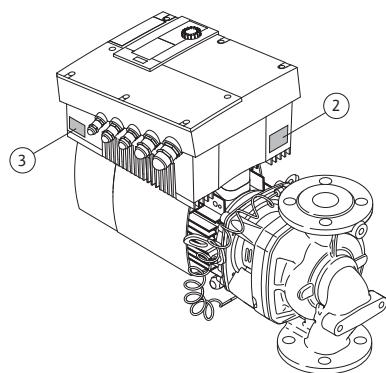

Fig. 12: Disposition des plaques signalétiques :
- La plaque signalétique de l' entraînement se trouve sur le module électronique du côté des passe-câbles (fig. 12, pos. 3). Le raccordement électrique doit être effectué conformément aux indications de la plaque signalétique de l' entraînement.